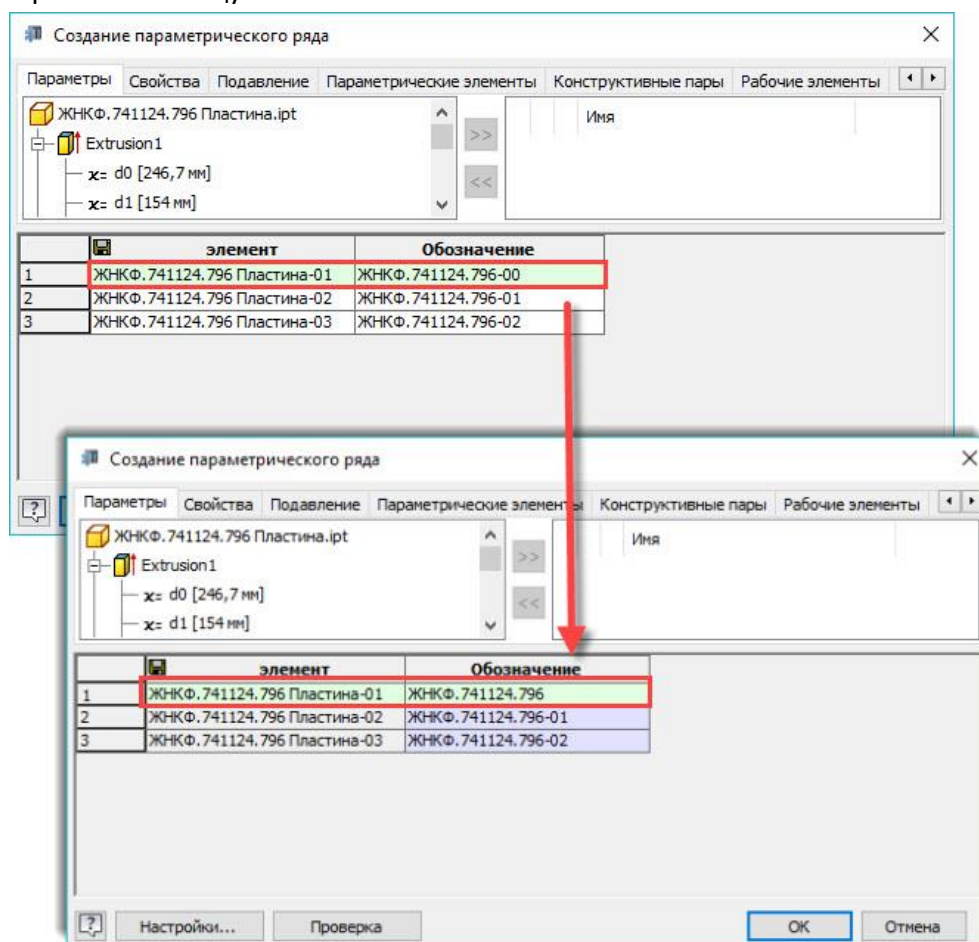

Рисунок 18
3. Удалить из поля «Обозначение» индекс исполнения у оригинала детали (Рисунок 18). Сохранить таблицу.